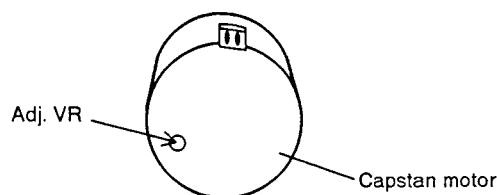

Fig. 3-2
3. 周波数値が 3,000 ~ 3,010Hz となるように Fig. 3-2 に示す VR を調整する。